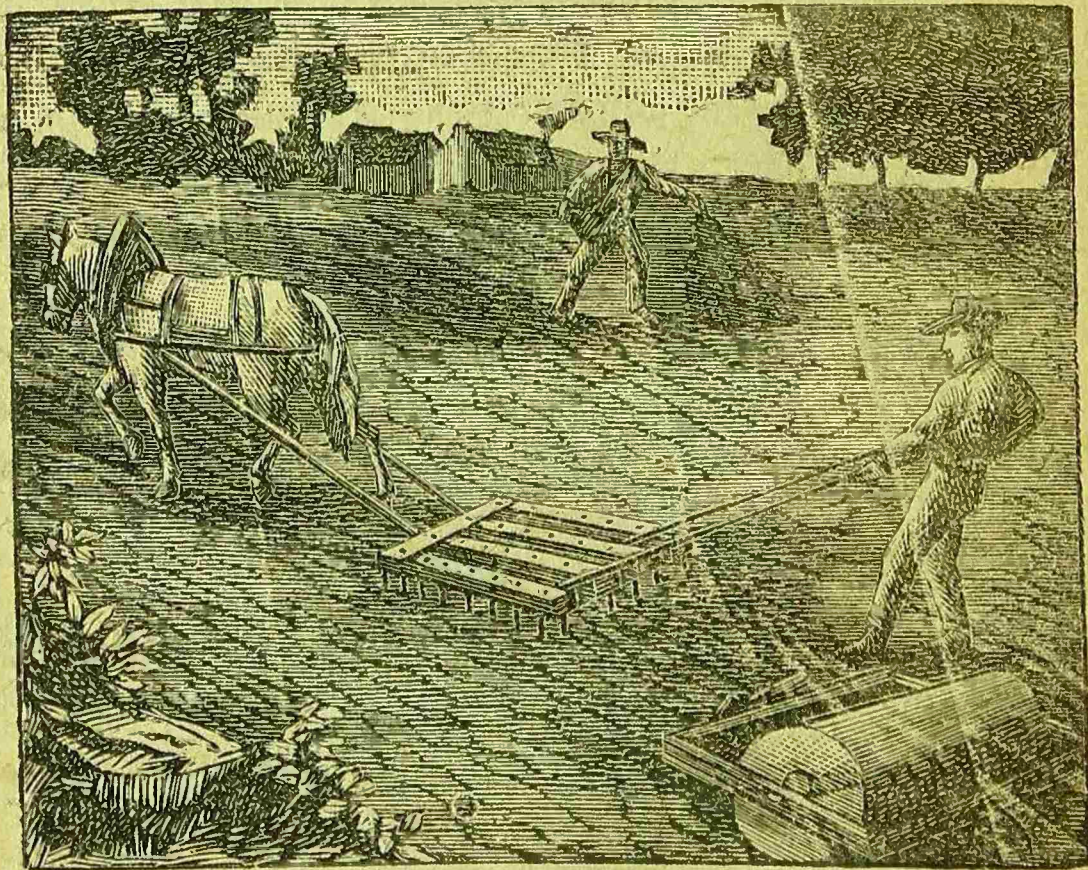

Fig. 65.
47.—El rastrillo.—Pero aproximémonos á ese otro campo que acaba de ser labrado (fig. 65). ¿Se siembra inmediatamente después de arar? No, porque los granos todos caerían al fondo del surco, se apretarían mucho unos contra otros y se perderían la mayor parte. Así, pues, sobre el campo que fué ya labrado hay necesidad de pasar todavía el rastrillo.
Más lejos, mirad al sembrador llevando un saco que cuelga del cuello (fig. 65); con una mano sostiene el saco y con la otra toma á puñados el grano, lo arroja por medio de un movimiento regular, recorriendo el campo de un extremo á otro.
Todavía no. Si se dejasen los granos en la superficie del suelo, el aire los secaría, ó bien las aves se los llevarían. Qué hace, pues, el labrador tan luego como siembra su campo? Busca nuevamente el caballo, pero no lo ata al arado ni al rastrillo, sino á un pesado rodillo de madera como el que vemos en el campo, hacia el lado derecho (fig 65.) (1)